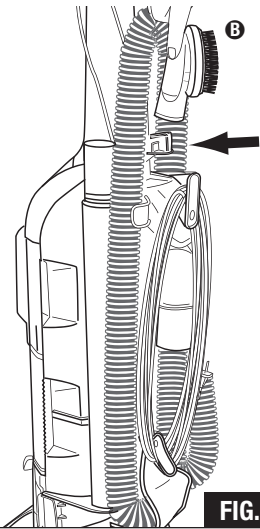

FIG. 6
- Step 9:** Store the dusting brush **B** on its holder (FIG. 6).
- Paso 9:** Guarde el cepillo para polvo **B** en su portacepillo (FIG. 6).